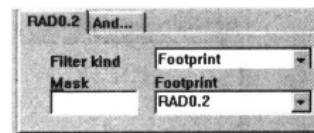

图 10-67 规则范围设置为指定封装
- Footprint: 指定封装。选择此项后，规则适用范围为指定的封装，可在 Footprint 下拉列表中选择引脚名称，如图 10-67 所示。